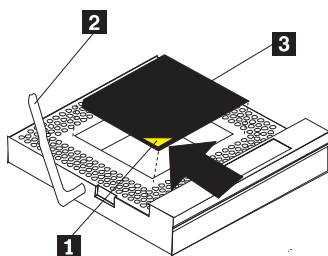

図 86. マイクロプロセッサの位置合わせ
- c. マイクロプロセッサの中央を、上からマイクロプロセッサ・コネクタの中央に合わせます。これは、マイクロプロセッサのコーナーにある金色の位置合わせ矢印を、コネクタのカットアウト矢印に合わせて行います。176 ページの図 86 を参照してください。